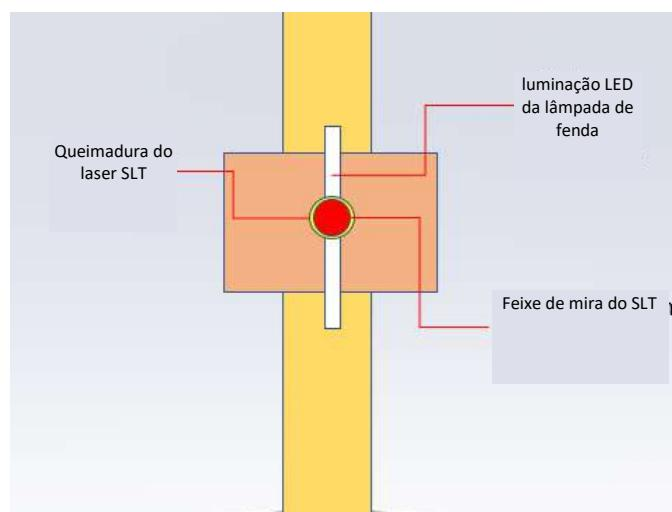

Figura 33: O feixe de mira e o feixe de tratamento são focalizados em um ponto único no centro da abertura de iluminação.
8. Mude o desvio para P100 (+100 µm posteriormente). Movimente o joystick no alvo com o feixe de mira ligeiramente para a direita (Ver Figura 33). O feixe de mira deve coincidir novamente. Dispare o laser.